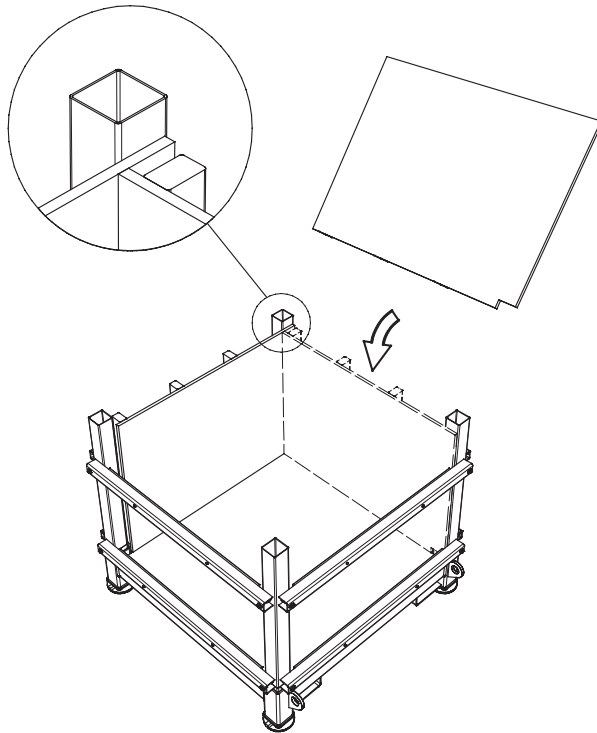

Abbildung 20. Platzieren der Seitenschalung.
- 4.3. Platzieren Sie die vier Seitenschalungen gleichmäßig nacheinander auf der unteren Schalplatte in der Basis. Die Kerbe zeigt dabei nach unten und die Kanthölzer legen sich gegen die Unterstüztungsträger. Siehe Abbildung 20. Stellen Sie sicher, dass alle Einheiten überlappen, dass alle Seiteneinheiten gleichmäßig gestützt sind, während sie an den Unterstüztungsträgern lehnen.